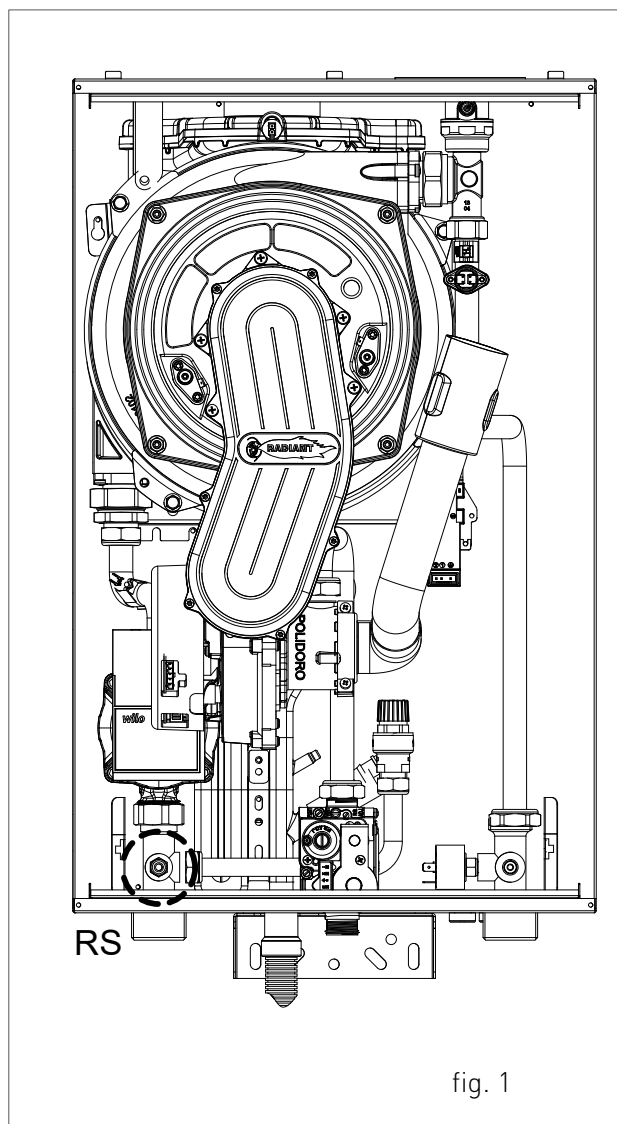

fig. 1
- › rimuovere le viti (1 - fig.1) di fissaggio poste nel bordo inferiore del pannello frontale;
- › afferrare il pannello frontale nella parte inferiore e, tirandolo verso se A, estrarlo con movimento verso l'alto B (vedi fig. 1).
- > Afferrare contemporaneamente le staffe di supporto del pannello comandi (fig. 1) allargandole e rovesciare il pannello, ruotandolo verso il basso;
- > svitare le quattro viti di fissaggio 1 - fig. 1;
- › ruotare il rubinetto di scarico RS del generatore (fig. 1) e se presenti, del compensatore idraulico e dei collettori dell'impianto